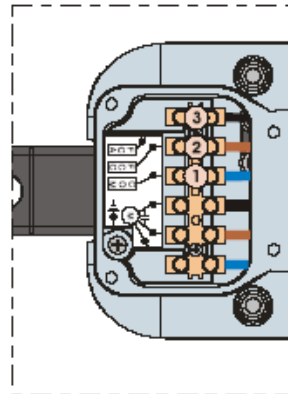

Рис. 22
- 3) Ввести кабель и подсоединить его к клеммам, соблюдая цвета, указанные в таблице на рис. 22.
- при подключении следует соблюдать цвет проводов в соответствии с таблицей на рис.22.